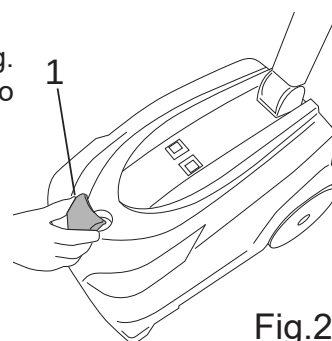

Fig.21
- Quite el tapón del depósito de detergente (Fig. 21-Ref. 1).